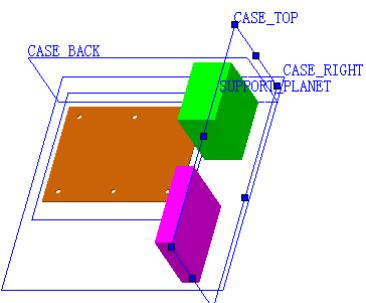
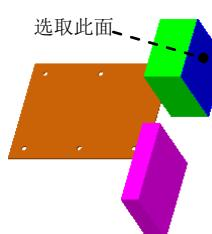

图 17.3.7 创建机箱的顶平面
图 17.3.8 选取参考实体
Step4. 创建图 17.3.7 所示的机箱的顶平面。选择下拉菜单  → 参考几何体(G) →  基准面(E)... 命令。选取图 17.3.8 所示的模型表面作为参考实体，在 H 后的文本框中输入数值 10.0。顶平面名称为 CASE_TOP。